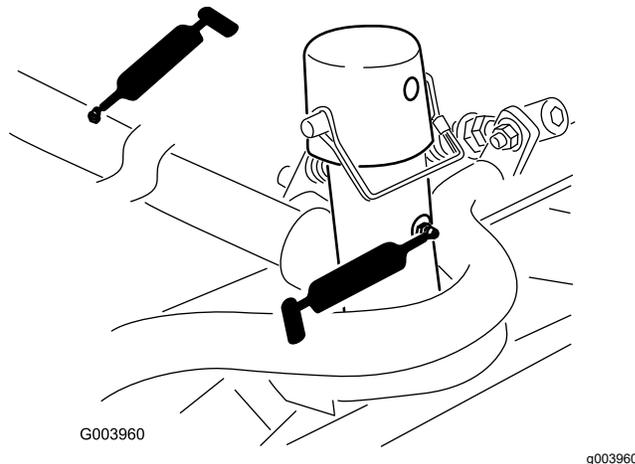

図 75
- キャリアフレームとピボット各カッティングユニットで2ヶ所 **図 75**